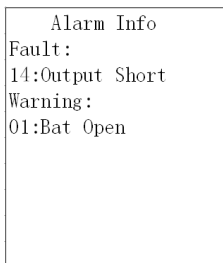

Рисунок 26 – Внешний вид пункта главного меню «Alarm»
● **«Others»** - установка прочих параметров ИБП (рисунок 26) (изменение параметров в данном разделе меню может быть произведено во всех режимах работы ИБП):
9.1.5 «Alarm» - Сведения об авариях. Пункт главного меню, содержащий сведения о последних аварийных ситуациях (рисунок 26). Кодовые обозначения аварийных и предаварийных ситуаций приведены в таблице 10.